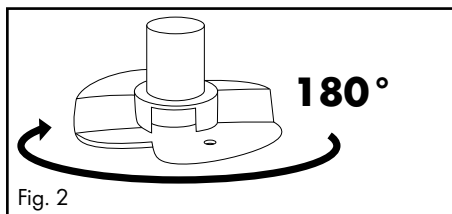
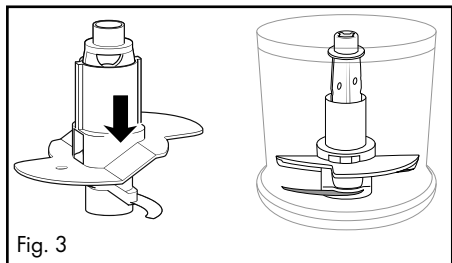

Fig. 2
Fig. 3
- Para 200 ml de natas, rode o disco para emulsionar 10 180° na horizontal (fig. 2), de modo que assente e encaixe apenas numa lâmina 7 (fig. 3). Este roda, então, mais acima nas natas: